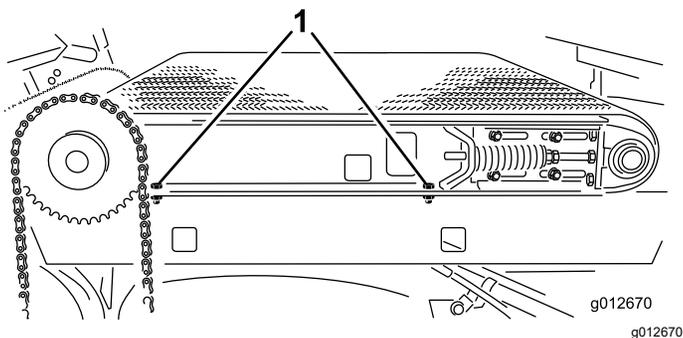

图 36
2. 在机器右侧拧紧将滑行机架轨道固定至右挡泥板上的 2 个平头螺丝 图 36。